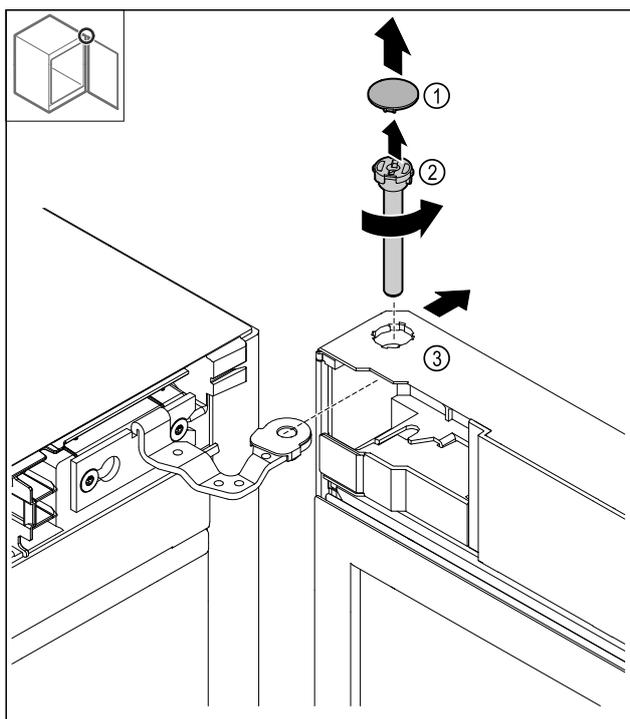

Fig. 20
- ▶ Abdeckung Fig. 20 (1) abnehmen.
- ▶ Bolzen Fig. 20 (2) gegen den Uhrzeigersinn lösen und herausziehen.
- ▶ Tür Fig. 20 (3) leicht kippen.